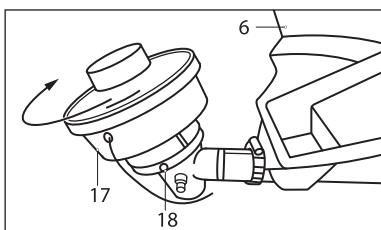

Рис. 6
Вставьте шестигранный ключ из комплекта поставки в специальное отверстие (18) (рис. 6) внутреннего фланца и заблокируйте шпиндель (22, рис. 7.1).
Удерживая одной рукой катушку триммера (17, рис. 6), нажмите на защелку (28), другой рукой поверните крышку (27) и разберите катушку. Извлеките шпульку (26) и удалите остатки старой лески (25).
Установите пружину (31) и пропустите концы лески (25) в отверстия на корпусе катушки (17, рис. 6). Установите шпульку (26) в корпус катушки (17, рис. 6).
Установите крышку (27) катушки, совместив отверстия на ней с пазами на корпусе катушки (17, рис. 6). Поворотом крышки (27) зафиксируйте катушку (17, рис. 6) в собранном состоянии.